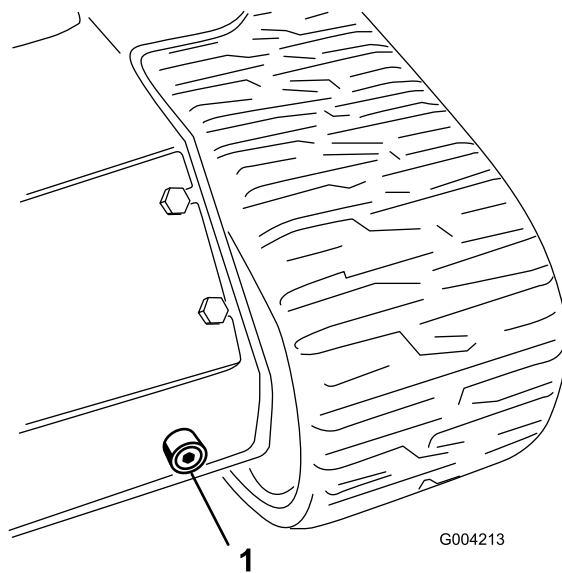

Рисунок 63
7. Снимите сливную пробку и дайте маслу стечь в поддон (Рисунок 63).
6. Разместите большой сливной поддон (емкостью 57 литров) под сливной пробкой в передней части машины (Рисунок 63).